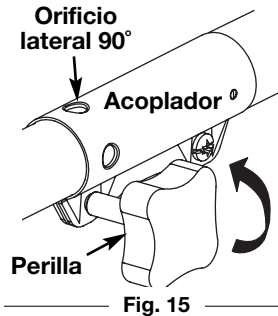
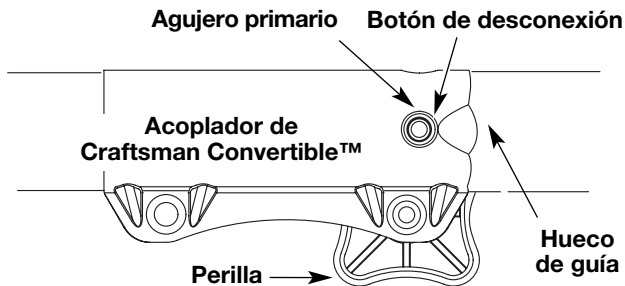
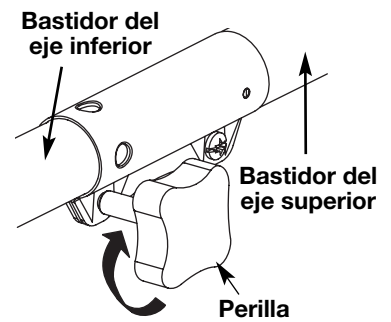

Fig. 15
Fig. 16
Fig. 17
2. Gire la perilla en sentido antihorario para aflojarla (Fig. 15).
3. Oprima y sostenga el botón de desconexión (Fig. 16) y gírelo con firmeza 90° en cualquier dirección (según el modo en que quiere recortar el borde) (Fig. 15).
4. Dé vuelta a la perilla a la derecha para trabar el acoplador (Fig. 17).
2. De vuelta a la perilla a la izquierda para aflojar el acoplador (Fig. 15).
3. Mientras que firmemente sostiene el accesorio, empújelo derecho en el acoplador hasta el botón liberador (Fig. 16) se encaja a presión hacia el agujero primario (Fig. 16). El agujero primario está en el lado opuesto del acoplador de la perilla (Fig. 16). La alineación del botón de desconexión con el hueco de guía facilitará la instalación (Fig. 16).
PRECAUCIÓN: Antes de operar esta unidad, cerciórese de que el botón de liberar esté completamente trabado en el agujero primario (Fig. 16), y que la perilla (Fig. 17) esté bien apretada.
3. Oprima y sostenga el botón de desconexión (Fig. 16).